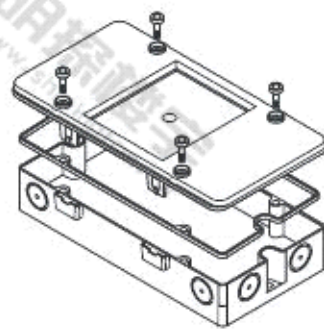

图 4
5. 用 4 个螺钉固定带有密封条的盒盖 (图 4)。只有这样才能保证 IP65 防护等级)